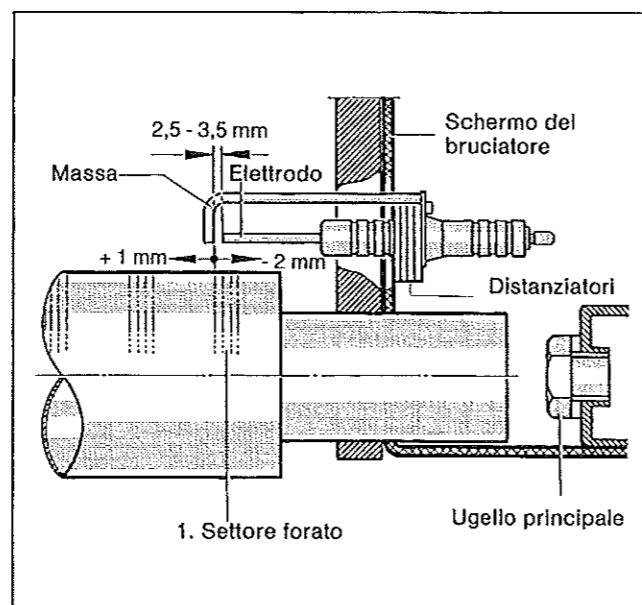

Fig. 31: Posizione della scintilla di accensione sul settore forato.
* Sostituendo l'elettrodo bisogna fare attenzione alla posizione della scintilla di accensione sul settore forato (Fig. 31). In caso di differenza, si provveda a correggere interponendo o togliendo distanziatori.